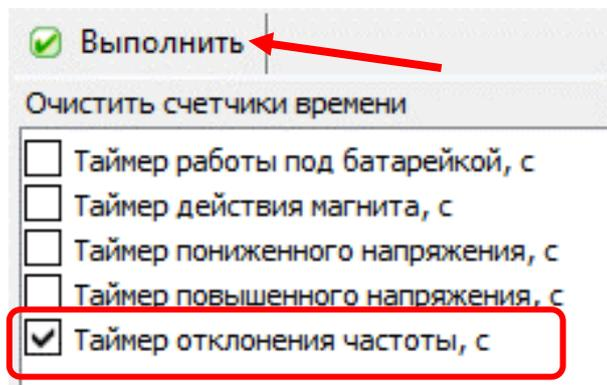

Рисунок 235 – Очистка счетчиков времени
6.19.4 Предусмотрена возможность обнуления каждого счетчика специальной командой по интерфейсу на вкладке ПО AdminTools «Команды→Очистка счетчиков времени» и «Команды→Очистка счетчиков событий» (см. рисунок 235).